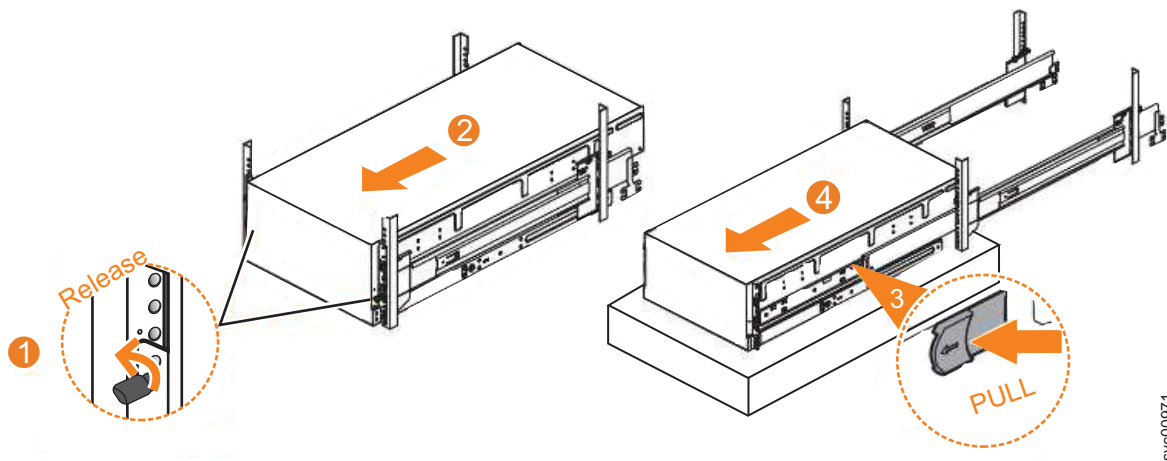

Figura 107. Removendo o gabinete do 2145-92F do rack
1. Solte os parafusos de orelha de travamento (**1**) na frente do gabinete, conforme mostrado em Figura 107.
2. Deslize com cuidado o gabinete para a frente e para fora do rack (**2**), conforme mostrado em Figura 107.
3. Localize as guias de liberação azuis esquerda e direita próximo à frente do gabinete. Puxe ambas as guias de liberação para a frente para destravar o mecanismo da gaveta (**3** em Figura 107).
4. Deslize o gabinete e o membro interno do trilho para fora do rack (**4** em Figura 107).